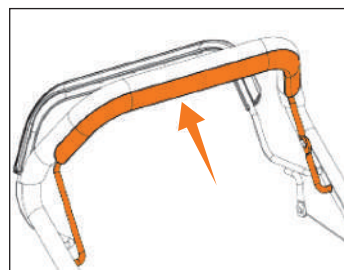

Рис. 14
6. Прижмите скобу включения зажигания к рукоятке и держите её нажатой (Рис. 14).